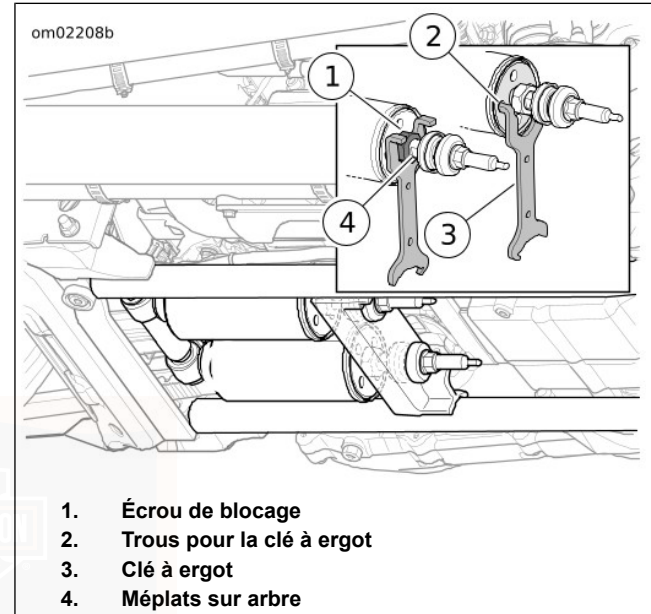

Figure 26. Réglage de l'amortisseur
1. Voir Figure 26. Immobiliser l'arbre avec une clé placée sur les méplats de l'arbre d'amortisseur (4) et desserrer l'écrou de blocage (1) avec la SHOCK ADJUSTMENT SPANNER (CLÉ DE RÉGLAGE DES AMORTISSEURS) (N° DE PIÈCE : 94448-82B) (3).
2. Utiliser les languettes de la clé à ergot dans les trous (2) du boîtier à ressort pour tourner le boîtier dans le sens horaire jusqu'à ce qu'il s'arrête. Ce réglage correspond au réglage de précharge minimum.